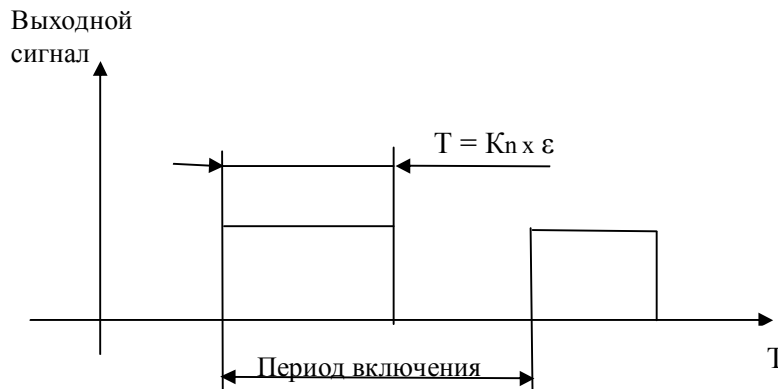

Рис. 2
2.3.9. Давление газа, воздуха регулируется по пропорциональному закону регулирования с широтно-импульсной модуляцией (ШИМ) выходного сигнала (Рис.2).